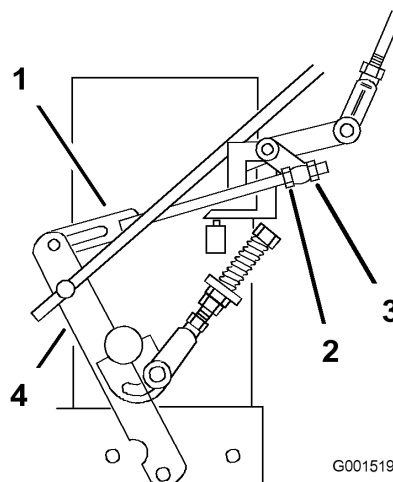

Figure 38
8. Desserrez l'écrou de réglage avant sur la timonerie de commande hydraulique gauche, comme illustré à la Figure 38.
9. Tournez l'écrou de réglage gauche dans le sens anti-horaire jusqu'à ce que la roue tourne en avant (Figure 38).
10. Tournez l'écrou de réglage arrière dans le sens horaire 1/4 de tour à la fois. Déplacez ensuite le levier de changement de vitesse en avant et ramenez-le au point mort. Répétez cette opération jusqu'à ce que la roue gauche arrête de tourner en avant (Figure 38).